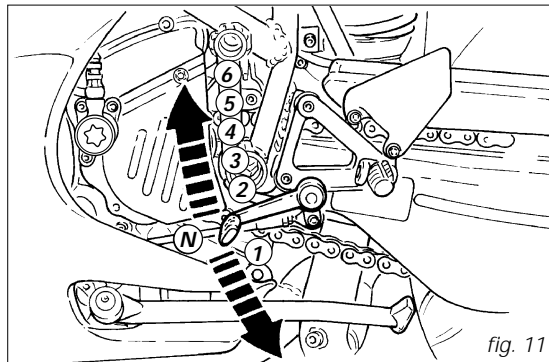

fig. 11
*Pedale comando cambio (fig. 11)*